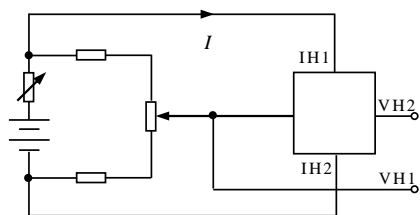

图 3 剩余电压补偿电路
用中，一般是采用电压补偿法消除剩余电压 U_0 ，如图 3 所示。
- 1) 根据图 3，正确连接螺线管电路，霍尔传感器工作电路，霍尔电压补偿电路。